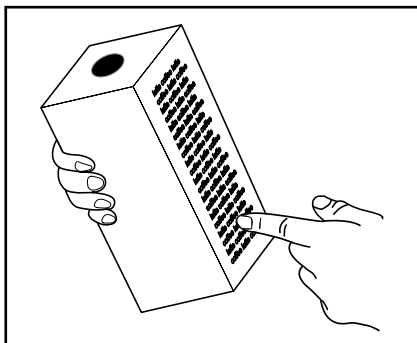

Bild 1
- Produktförpackningarna skall förvaras enligt anvisningarna på förpackningen (bild 1).